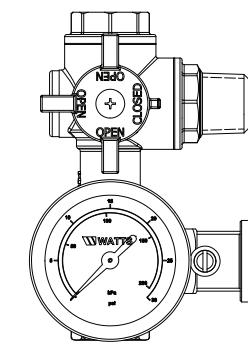

Fig. 5
- Enfoncer le robinet du RBFF et le tourner à 180° ; relâcher et verrouiller en position « orifice-remplissage fermé » (cf. Figure 5).